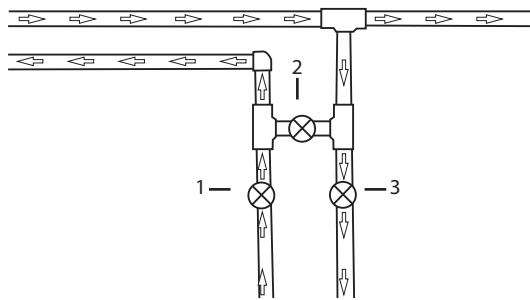

Figura 3
NOTA: Se puede utilizar solo o con una derivación manual (Figura 3).
6. Recomendamos encarecidamente instalar una válvula bypass o canalizar las tuberías con tres válvulas bypass, utilizando válvulas esféricas manuales según se muestra en la Figura 3. Asegúrese de que el conducto de agua no tratada esté conectado a la válvula de control a la derecha y el agua descalcificada a la izquierda (Figura 4).